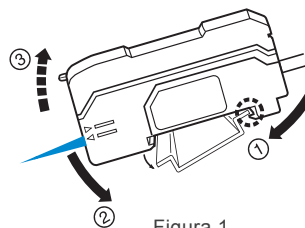

Figura 1
1. Alinee la ranura ubicada en la parte inferior del dispositivo con el riel DIN, tal como se muestra en la Figura 1.